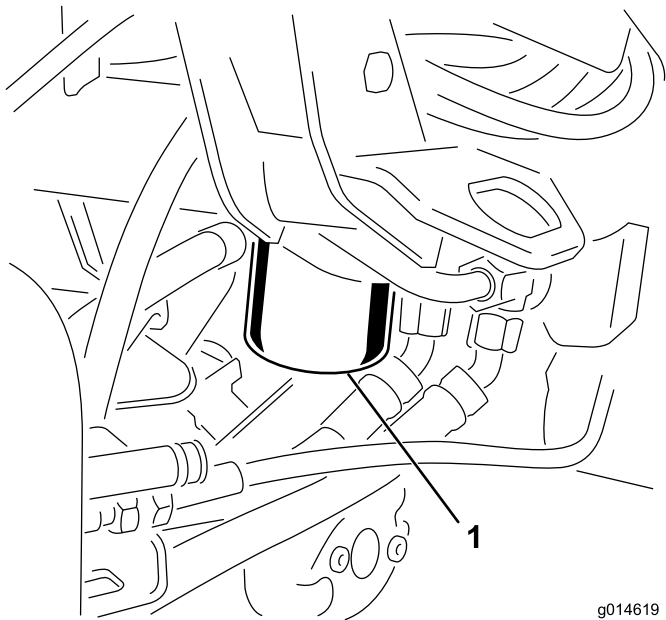

Figura 47
1. Limpe a zona em torno da montagem do filtro (**Figura 47**). Coloque um recipiente de escoamento debaixo do filtro e retire o filtro.